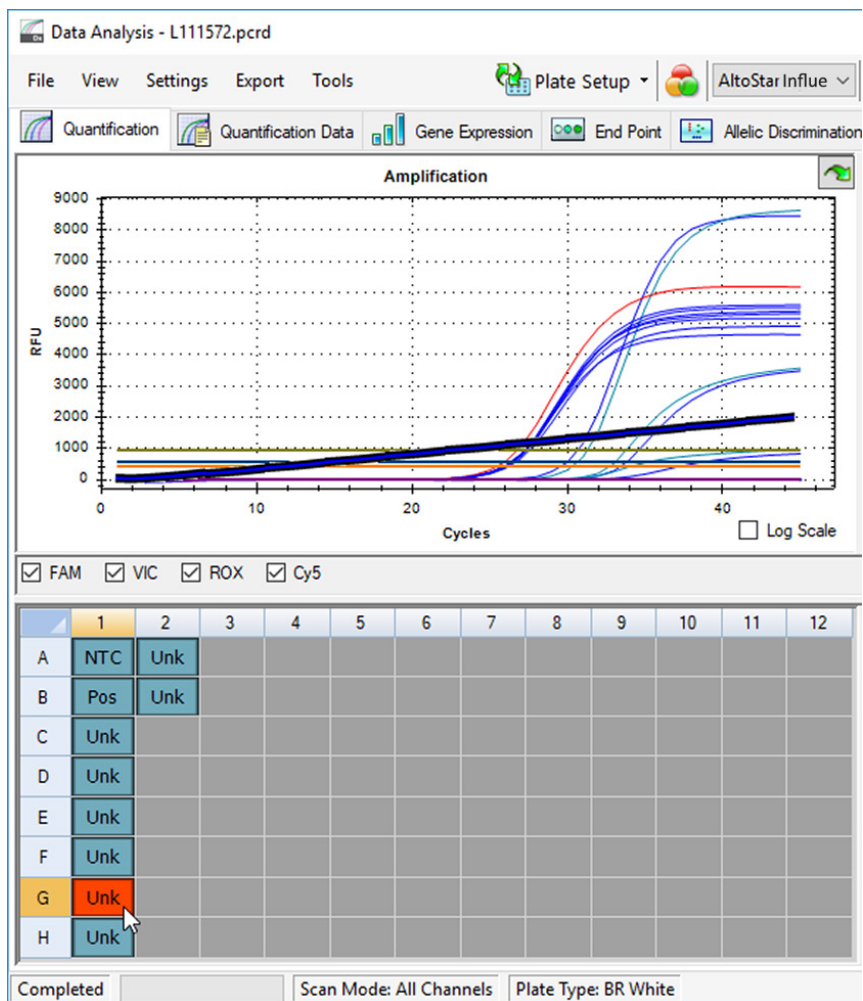

Abb. 6: Fenster Data Analysis (Datenanalyse): irreguläres PCR-Signal
2. Identifizieren Sie Wells mit irregulären PCR-Signalen (lineare Signalzunahme, Signalspitzen usw.) in den Detektionskanälen FAM™ (Influenza-A-Virus-Ziel), VIC™ (IC), Cy5 (Influenza-B-Virus-Ziel) und ROX™ [Influenza-A(H1N1) pdm09-Virus-Ziel] (siehe Abbildung 6).